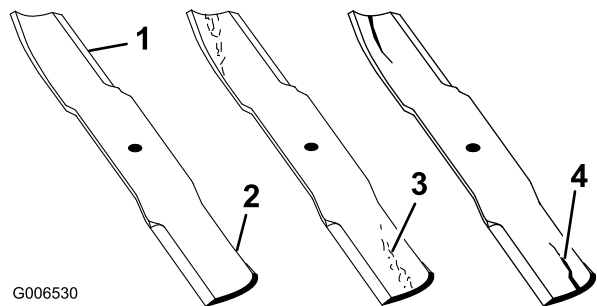

Bild 47
1. Untersuchen Sie die Schnittkanten (Bild 47). Entfernen und schärfen Sie die Messer, wenn die Schnittkanten nicht scharf sind oder Auskerbungen aufweisen. Siehe "Schärfen der Messer".
2. Prüfen Sie die Schnittmesser, insbesondere den gebogenen Bereich (Bild 47). Sollten Sie Schäden, Verschleiß oder Rillenbildung in diesem Bereich feststellen (Punkt 3. in Bild 47), montieren Sie sofort ein neues Schnittmesser.
Schnittmesser in seiner horizontalen Position bleibt, ist es ausgewuchtet und kann wieder verwendet werden. Feilen Sie, wenn das Schnittmesser nicht ausgewuchtet ist, vom Flügelbereich des Messers etwas Metall ab (Bild 47). Wiederholen Sie diesen Vorgang, bis das Messer ausgewuchtet ist.